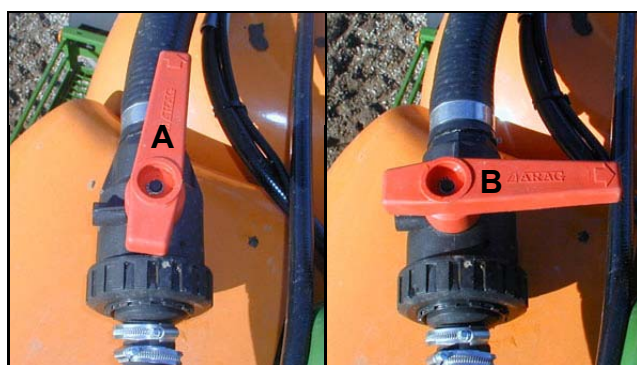

Fig. 10.9
- Pivotez le robinet trois voies (fig. 10.9)